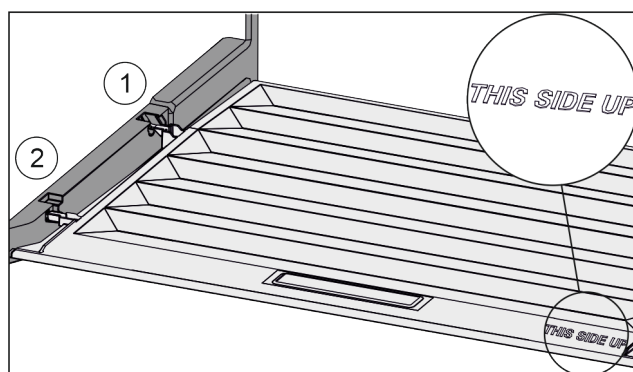

Fig. 34
- ▶ Výstupky veka zaved'te cez otvor zadného držiaka Fig. 34 (1) a zaistíte vpredu v držiaku Fig. 34 (2).